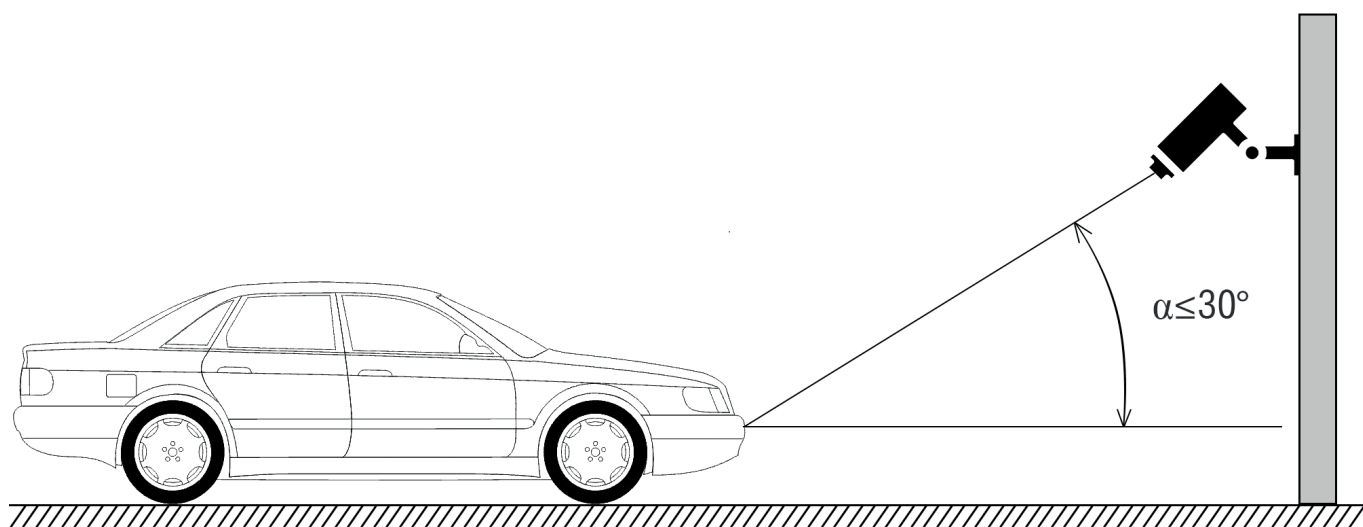
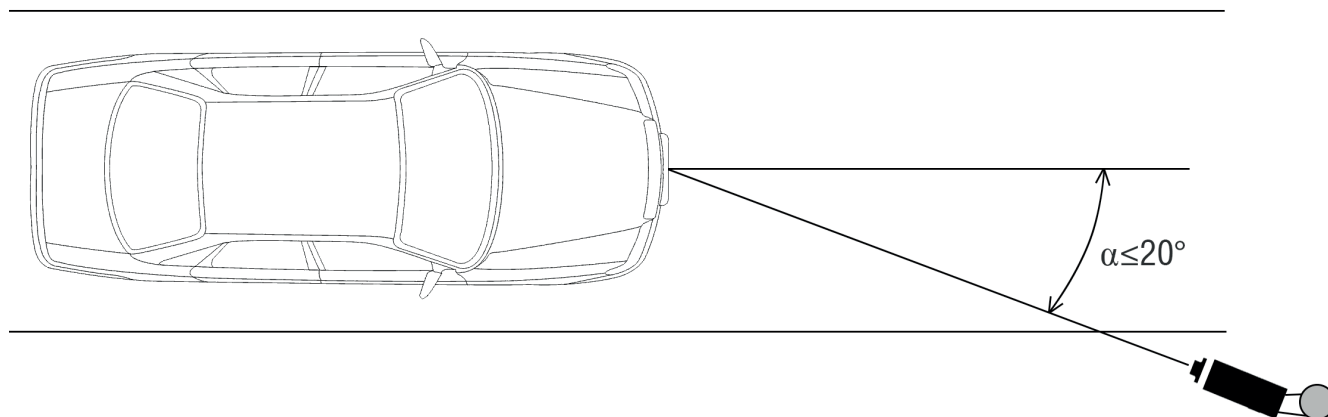

Рис. 2 Вертикальная установка видеокамеры
Рис. 4 Угол установки видеокамеры по горизонтали
• Максимальный наклон видеокамеры, выражается в градусах по вертикали и по горизонтали. Типовые значения составляют, не более 30 градусов по вертикали (рисунок 2, 3), не более 20 градусов по горизонтали (рисунок 4).